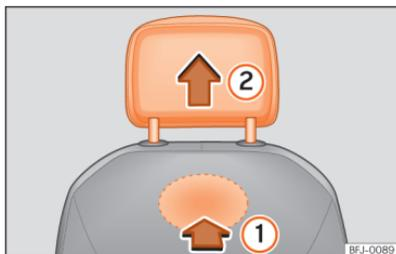

Fig. 77 Encosto de cabeça dianteiro: desmontagem.
- Para desbloqueá-lo, procure o entalhe situado na parte traseira do encosto na zona marcada e pressione no sentido da seta »» Fig. 77 ①.
- Retire o encosto de cabeça no sentido da seta ②.